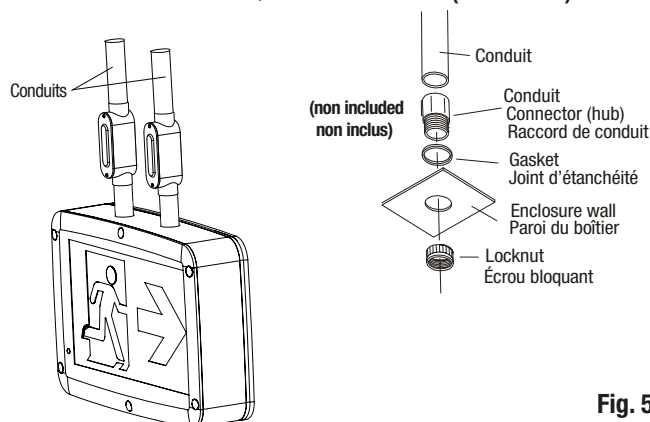

Fig. 5
- NOTE:** For conduit electrical connections only (Fig. 5, optional, not included), cut hole into the top of the housing. First secure the conduit connector (hub) onto the conduit. Then secure the conduit connector (hub) into the prepared enclosure hole using the connector locknut.
- NOTE :** Pour les connexions électriques avec conduit seulement (Fig. 5, optionnel, non inclus), découper un trou dans le côté supérieur du boîtier. Attacher le raccord au conduit. Puis attacher le raccord dans le trou du boîtier avec l'écrou bloquant.